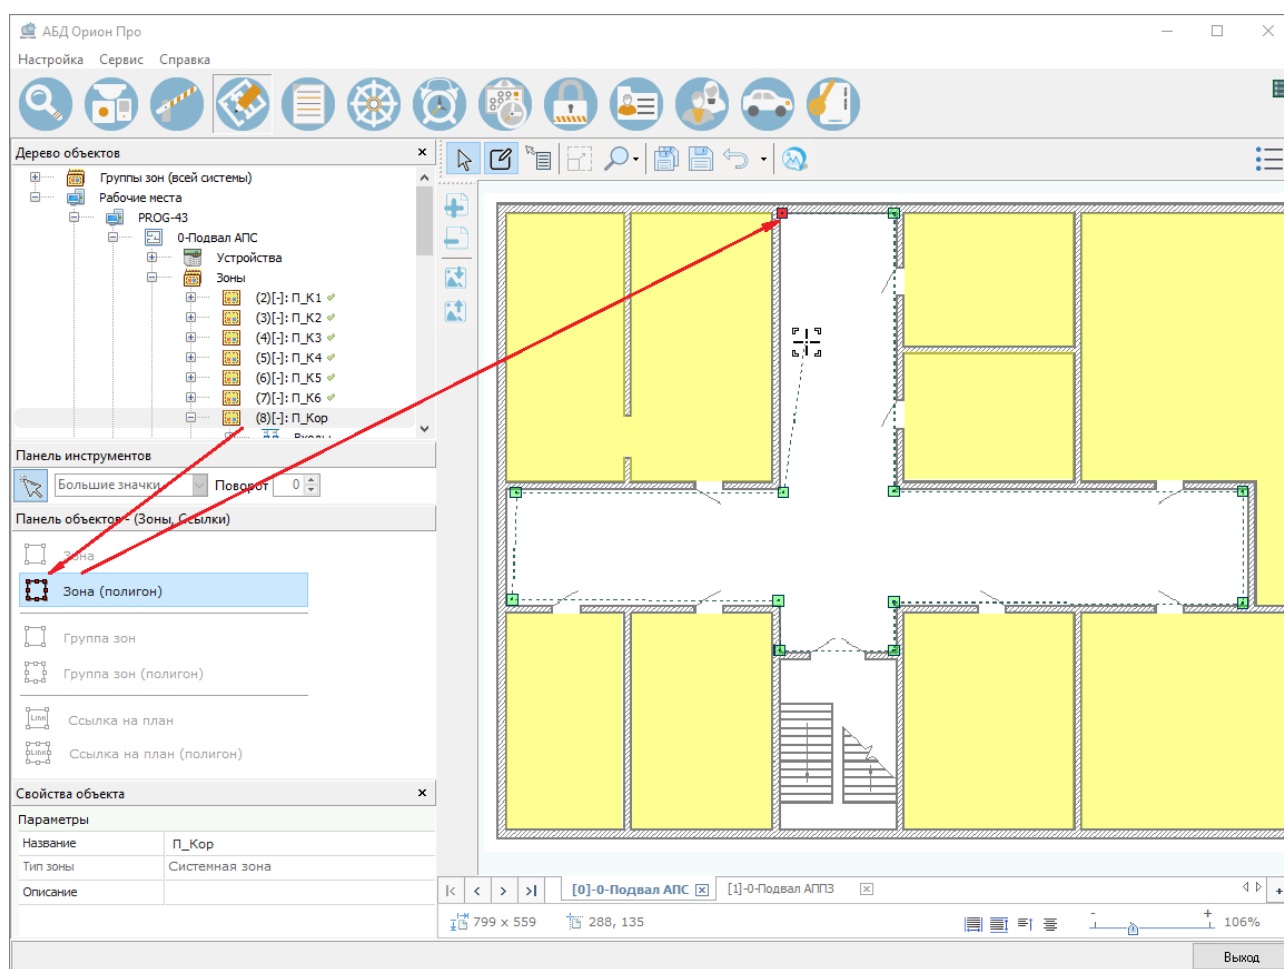

Рисунок 6-582 Визуализация объекта "Зона" при помощи полигона
- б) если в панели визуализации объектов «Зоны, Ссылки» выбран вариант вида , то кликните левой клавишей мыши в том месте области рисования, где должна находиться одна из опорных точек размещаемого на плане полигона. Далее поочередно кликайте левой клавишей мыши в тех местах области рисования, где должны располагаться другие опорные точки полигона (см. Рисунок 6-582).